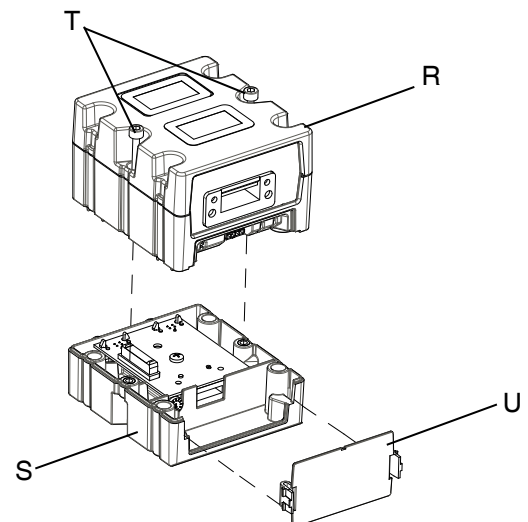

ABB. 22: CGM auseinander bauen
5. Die Abdeckung vom CGM (U) abnehmen. Die beiden Schrauben (T) lösen und das CGM (R), wie in **Abb. 22** dargestellt, vom Sockel (S) lösen.